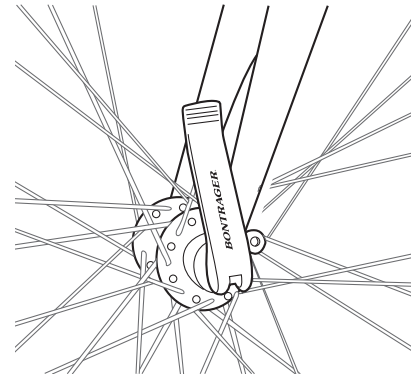

Abb. 42. Hebelposition Vorderrad
4. Positionieren Sie die Schnellspannhebel so, dass sie nicht mit anderen Teilen des Fahrrads oder mit Zubehör (z. B. Gepäckträger oder Schutzbleche) in Berührung kommen und während der Fahrt nicht von Hindernissen erfasst werden können (Abb. 42 und 43).